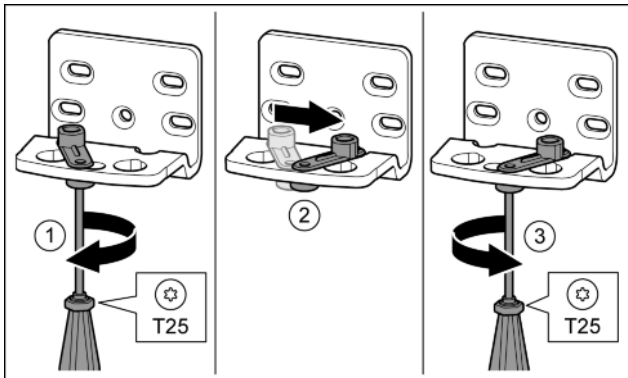

Fig. 15*
- ▶ Отпустить винт отверткой T25. Fig. 15 (1)*
- ▶ Приподнять фиксатор двери и, повернув на 90° вправо, вставить в отверстие. Fig. 15 (2)*
- ▶ Затянуть винт отверткой T25. Fig. 15 (3)*